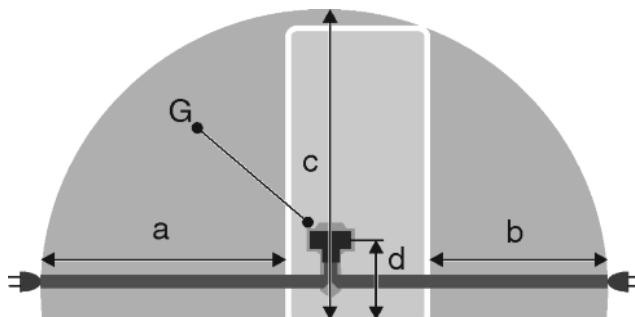

Fig. 26
- Kontaktdakša neatrodas ierīces mugurpuses zonā dotajā zonā Fig. 26 (a, b, c).
- Ievietojiet ierīces kontaktdakšu Fig. 26 (G) ierīces mugurpušē, levērojiet pareizonofiksēšanos.